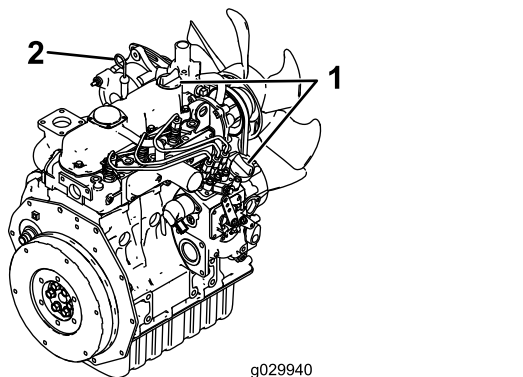

Figure 45
- Nettoyez la surface autour de la jauge d'huile et enlevez le bouchon de remplissage (Figure 45).